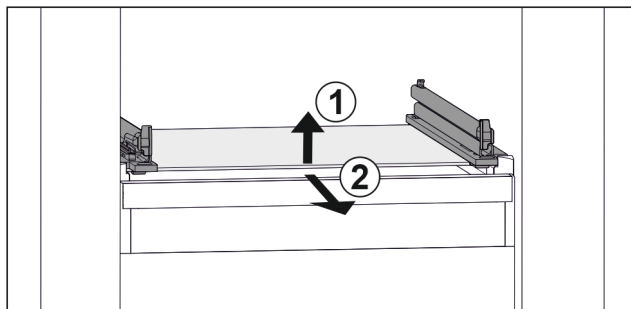

Fig. 110 Приблизне відображення скляної пластини
- ▶ Підняти скляну пластину спереду. *Fig. 110 (1)*
- ▶ Вийняти скляну пластину рухом вперед. *Fig. 110 (2)*